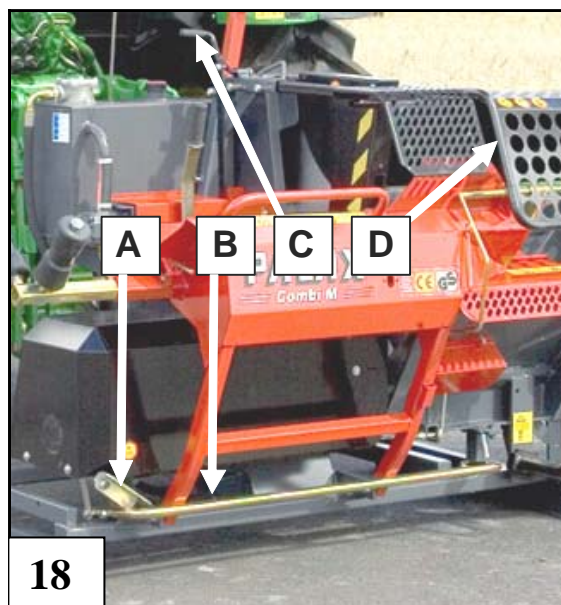

Bild 18. Säkerhetsanordningar som påverkar funktionen
5.9 Säkerhetsanordningarnas inverkan på maskinens funktion, bild 18
1. Då kubben faller i klyvrännan träffar den avkännarens spets, bild 18